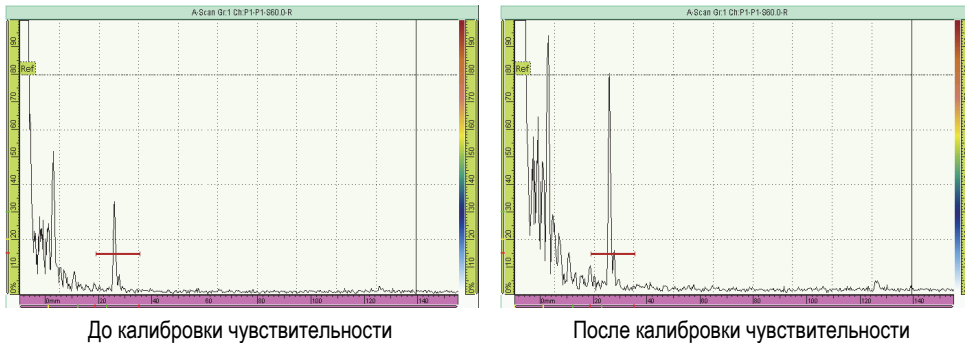

Рис. 5-13 Сигнал от опорного отражателя до и после калибровки чувствительности
3. Выберите **Настройки УЗ > Расшир. > Опорн. ампл.** и введите значение опорной амплитуды (в примере на Рис. 5-13 на стр. 148 это 80 %).
На Рис. 5-13 на стр. 148 показан сигнал от опорного отражателя до и после нажатия команды **Задать XX.X%**.